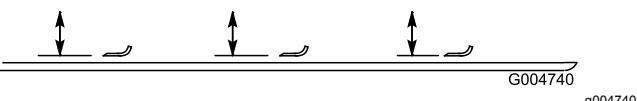

Figura 140
4. Gire la cuchilla hasta que los extremos estén orientados hacia adelante y hacia atrás, y mida desde el interior de la unidad de corte al filo de corte en la parte delantera de la cuchilla (Figura 140).